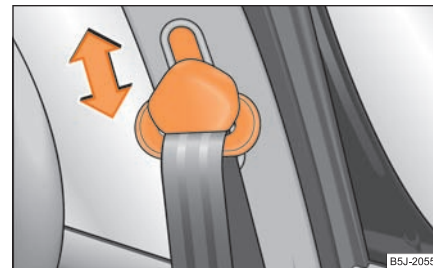

Fig. 143 Scaun față: Reglarea pe înălțime a centurii
- Pentru reglare apăsați dispozitivul de reglare și deplasați-l în sus sau în jos ⇒ fig. 143.